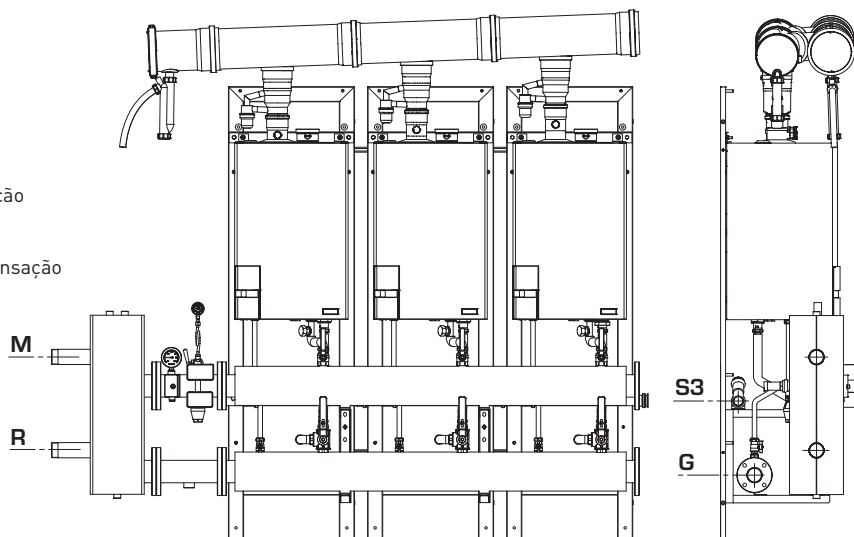

Fig. 4
2.2.1 Caldeira individual (fig. 4)
2.2.2 Caldeira sequência/cascata (fig. 4 - fig. 4/a)